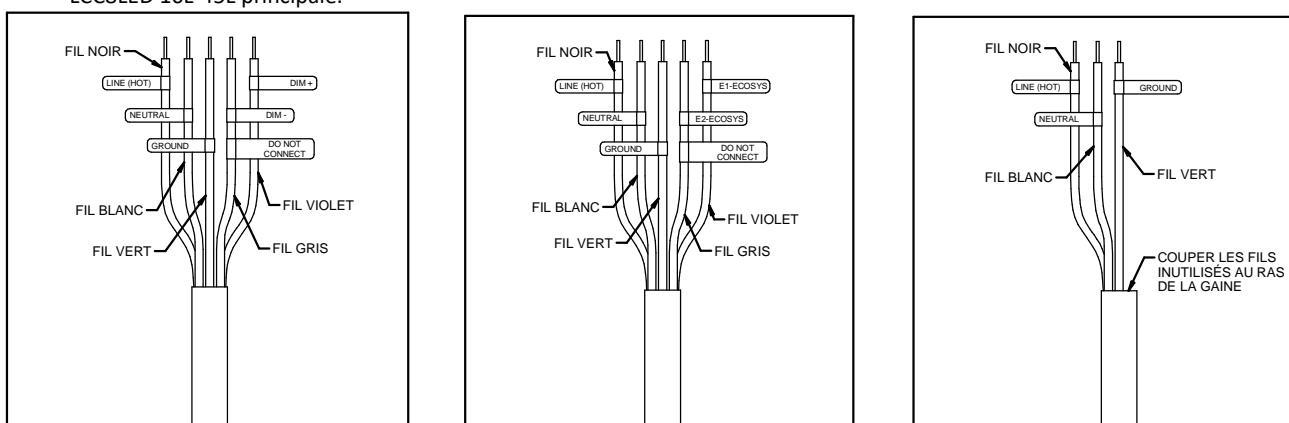

Figure 2
If needed, refer to Fig 2 diagrams below for specific dimming option labeling.
5. Réétiqueter tous les conducteurs comme noté à l'étape 3 pour tout référence ultérieure. Le cas échéant, consulter les schémas de la Fig. 2 ci-dessous pour l'étiquetage d'options de gradation particulières.